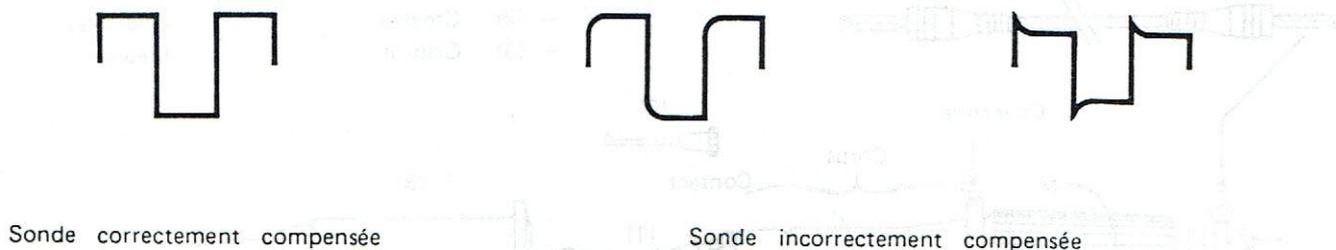

FIG. 3-4
- Visser ou dévisser la couronne du corps de sonde d'une main (l'autre main tenant l'entrée du câble coaxial sans toucher au manchon), pour observer sur l'oscilloscope un signal rectangulaire dont les paliers sont parfaitement plats (voir Fig. 3-4).